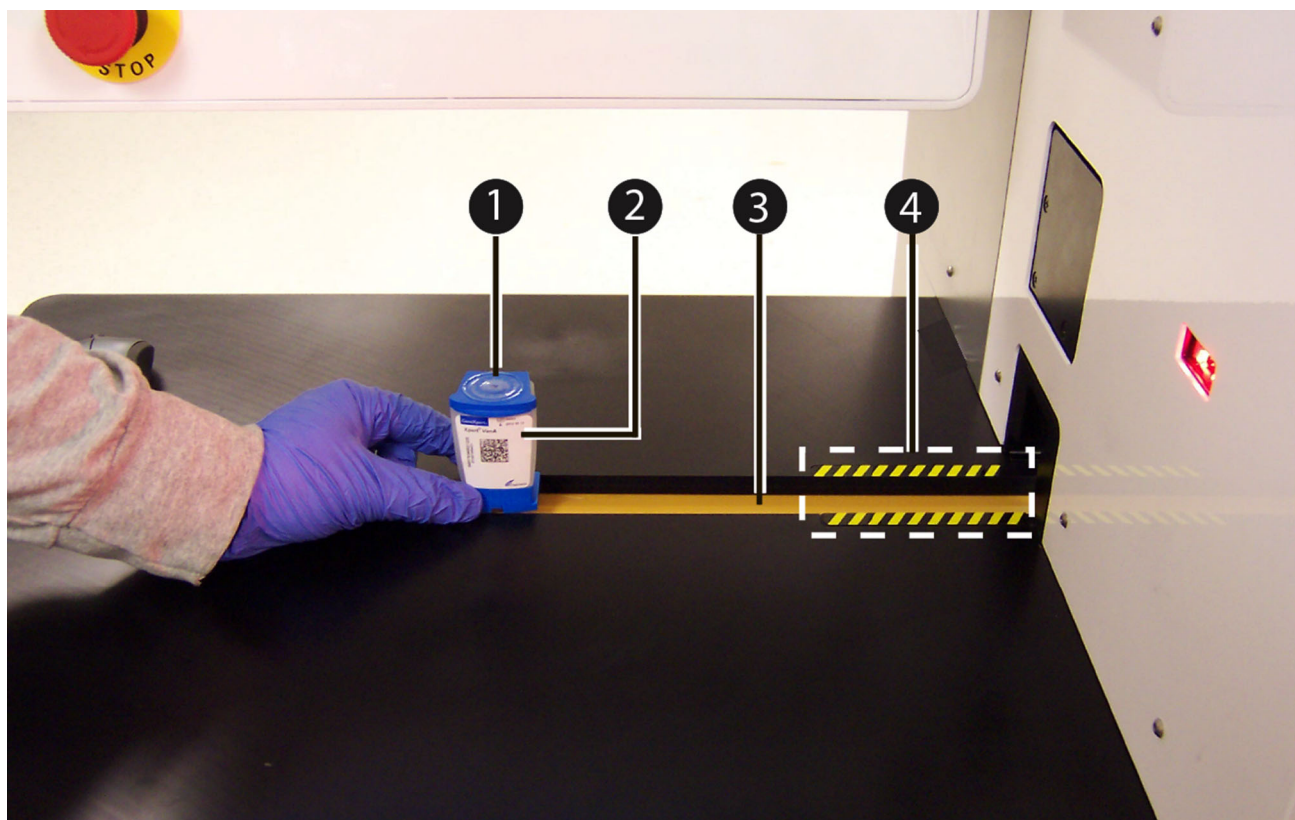

図 5-59. コンベヤーにカートリッジを配置します
9. テストのオーダー - カートリッジの装填 (Order Test - Load Cartridge) ワークスペース (図 5-58 を参照) で指示され、図 5-59 に示されているように、黄色と黒の線 (アイテム # 4) の外側のコンベヤー (アイテム # 3) の装填ゾーンにカートリッジ (アイテム # 1) を装填 (または配置) します。ラベル (アイテム # 2) が手前に向いているのを確認して、カートリッジをコンベヤーに配置してください。